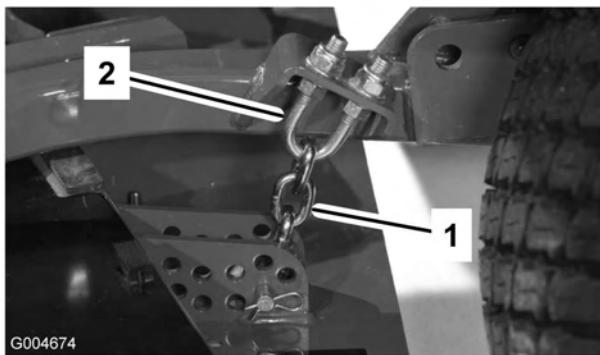

Bild 81
- Lockern Sie die Klemmmuttern an der Ober- oder Unterseite des U-Bügels an der Schnitthöhenkette (Bild 81).